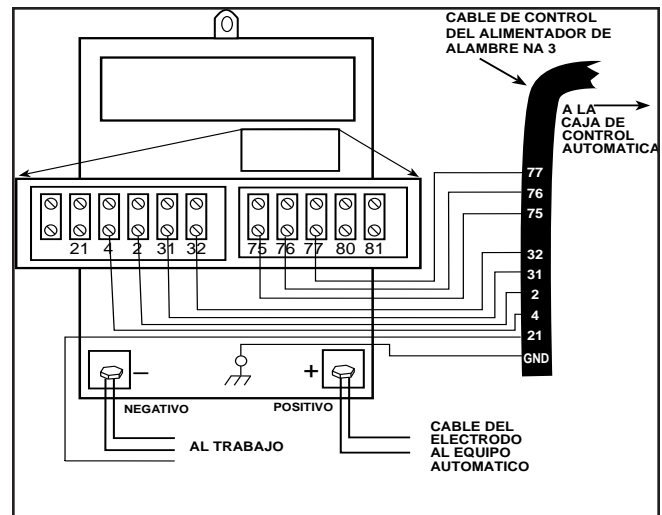

FIGURA C.5 - CONEXION DEL ALIMENTADOR DE ALAMBRE NA-3 A LA IDEALARC DC-600
3. Conecte los cables del cable de control del alimentador de alambre a la tablilla de conexiones de la IDEALARC DC-600, según se muestra en la Figura C.5.
NOTA: El diagrama de conexión de la Figura C.5 muestra al electrodo conectado para polaridad positiva.